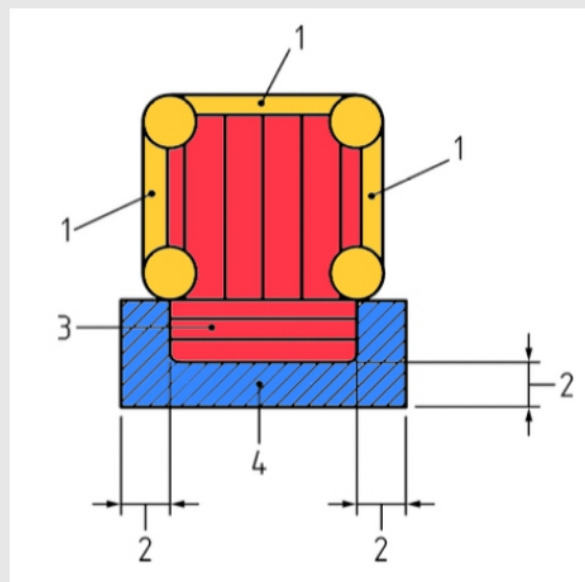

Abbildung 2
- Die Größe der Aufprallfläche muss auf jeder freien Seite mindestens 1,2 m betragen. Dafür müssen stoßdämpfende Matten verwendet werden (siehe Abbildung 2).